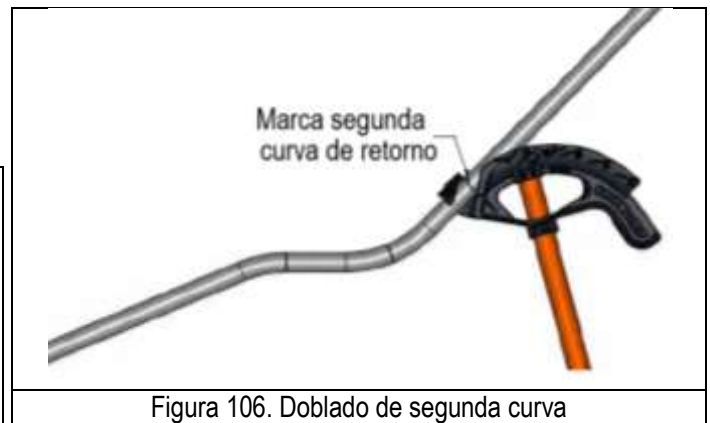

Figura 106. Doblado de segunda curva
11. Retire la dobladora y colóquela de nuevo en la tubería del otro lado de la curva central con el gancho mirando hacia la curva central como antes de alinear el símbolo de flecha. En la segunda curva de retorno tal como se puede apreciar en la figura 106.